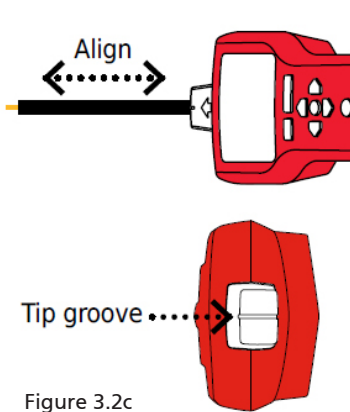

Figure 3.2c
5. Positionnement du récepteur : Pour de meilleurs résultats, alignez la rainure sur le capteur de pointe avec la direction du fil comme indiqué. Le signal peut être perdu si elle n'est pas alignée correctement. (voir Figure 3.2c)